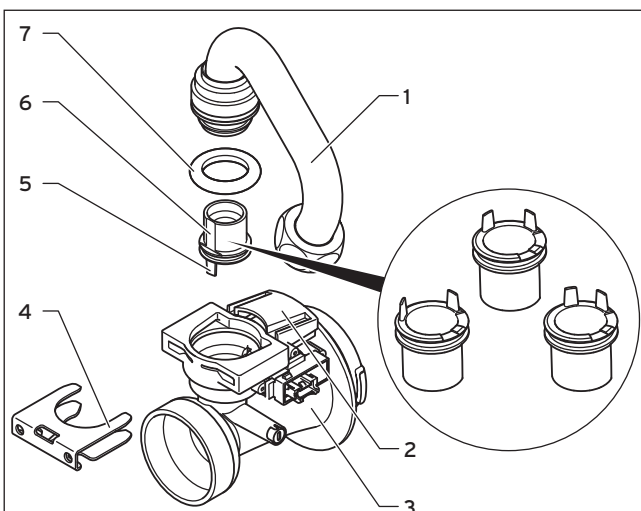

Abb. 2.2 Gasverbindungsrohr demontieren
- Bauen Sie das Gasverbindungsrohr (1, Abb. 2.2) vom Venturi (3) ab, indem Sie die Klammer (4) abziehen und das Gasverbindungsrohr senkrecht herausziehen. Entsorgen Sie die Dichtung (7).
- Ziehen Sie die Gasdüse (6) gerade heraus und entsorgen Sie sie.
- Achten Sie beim Einsetzen der Gasdüse auf korrekte Ausrichtung der Gasdüse durch die angegebenen Positionsmarkierungen auf der Oberseite des Venturis als auch der Positionierstifte (5, Abb. 2.2) auf der Unterseite der Gasdüse.